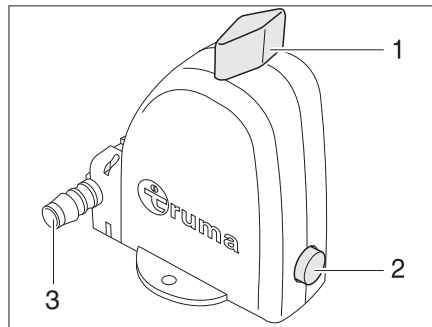

Fig. 311 Valve de sécurité et de vidange du chauffe-eau - Position de fonctionnement
Le chauffe-eau est équipé d'une valve de sécurité et de vidange (Fig. 311). La valve de sécurité et de vidange empêche que l'eau ne gèle dans le chauffe-eau lorsque le chauffage n'est pas allumé en cas de gel.
- ▷ Veiller à ce que la tubulure d'évacuation (Fig. 311,3) de la valve de sécurité et de vidange ne soit jamais obturée (p. ex. par des feuilles, du gel).
- Tourner le bouton rotatif (Fig. 311,1) de 90° parallèlement à la valve de sécurité et de vidange.
Le bouton-poussoir (Fig. 311,2) ressort. Le chauffe-eau est vidé à l'extérieur via la tubulure d'évacuation (Fig. 311,3) de la valve de sécurité et de vidange.
- Tourner le bouton rotatif (Fig. 311,1) de 90° transversalement à la valve de sécurité et de vidange.
- Enfoncer le bouton-poussoir (Fig. 311,2).